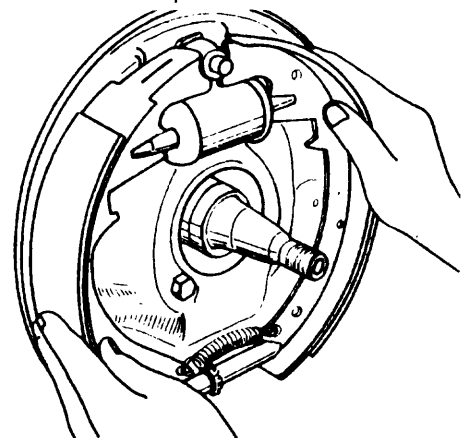

Fig. 7
- c Coloque el conjunto de zapatas en el plato (fig. 7).